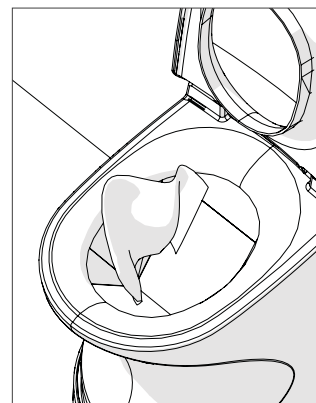

Ilustración 8
3. Limpie el recipiente de la bolsa con un paño suave (ilustración 8). Alternativamente, puede usar toallas de papel y luego echarlas en la cámara de incineración después de la limpieza. Cuando termine, cierre la tapa del inodoro. Entonces se cerrará la trampilla de la cámara de incineración.